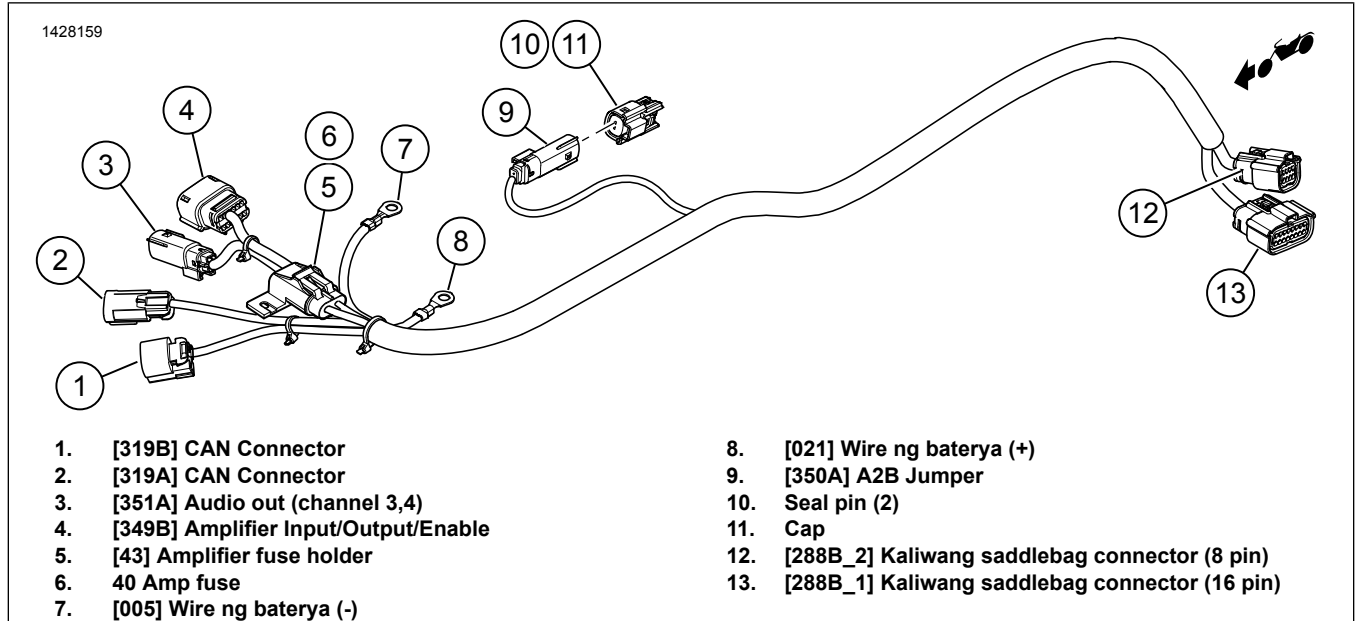

Figure 13. Mga Connector ng Panlabas na Harness (2017)
*Tingnan din ang Figure 13 upang tukuyin ang 2017 at mga mas bagong connector ng panlabas na harness.*